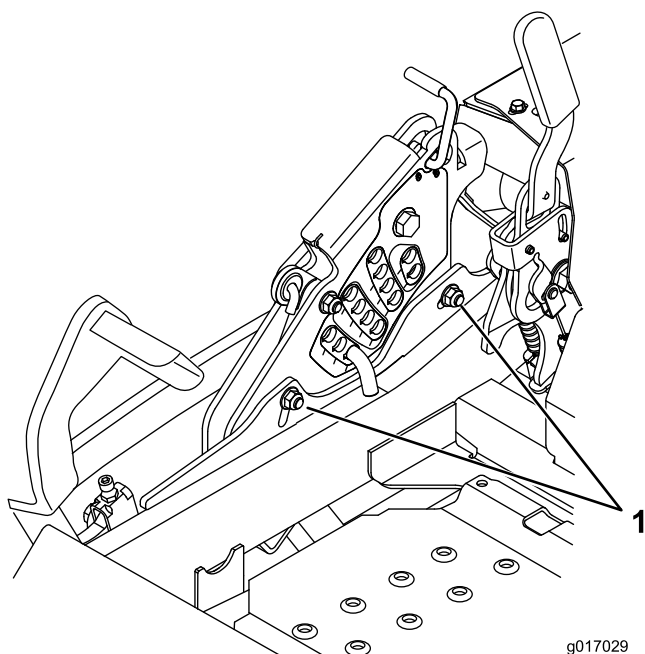

Figura 89
12. Para ajustar el sistema de ajuste de un solo punto, afloje los dos pernos situados cerca del borde inferior de la pletina de altura de corte. Consulte Figura 89.
14. Apriete los dos pernos situados cerca del borde inferior de la pletina de altura de corte (Figura 89). Apriete a 37–45Nm (27–33pies-libra).